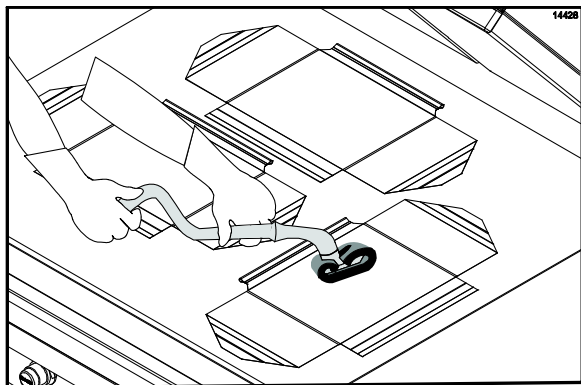

Рисунок 57
40. Разложите на нижней плите антиадгезионные листы для верхних плит (в плоском состоянии). Осторожно очистите обе стороны листов с помощью губки и держателя. (См. рис. 57)